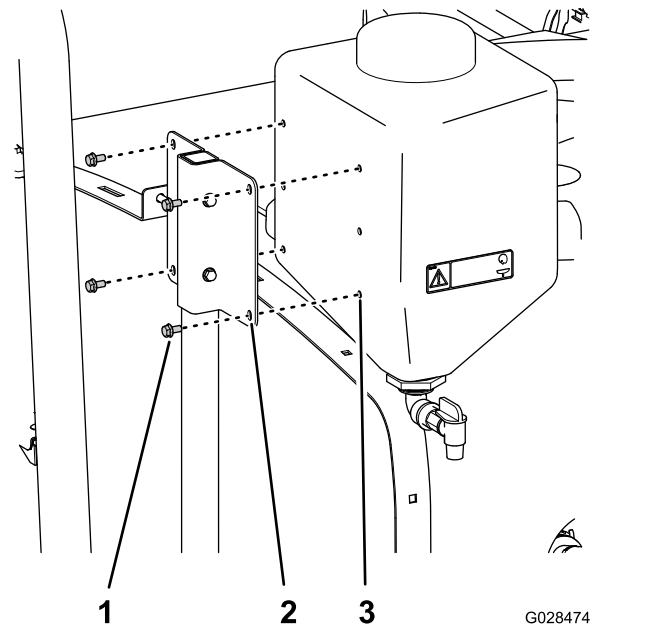

Figure 37
5. Alignez les inserts filetés du réservoir d'eau douce et les trous du support du réservoir (**Figure 37**).
6. Fixez le réservoir d'eau douce au support (**Figure 37**) au moyen de 4 boulons à embase ($\frac{5}{16}$ " x $\frac{5}{8}$ ").